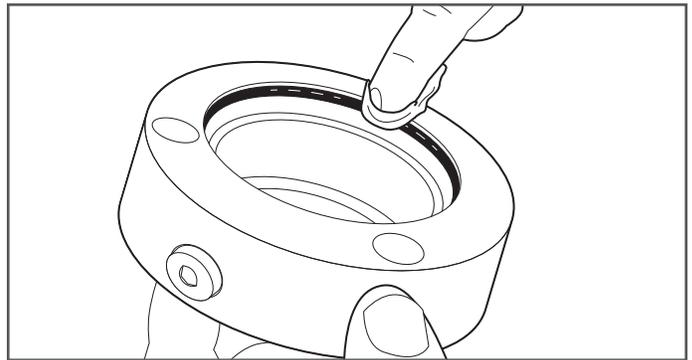

Figure 9-8
8. Réinstallez le joint torique intérieur. Appliquez une quantité généreuse de graisse à roulements ou au lithium propre sur le joint torique intérieur (Figure 9-8).